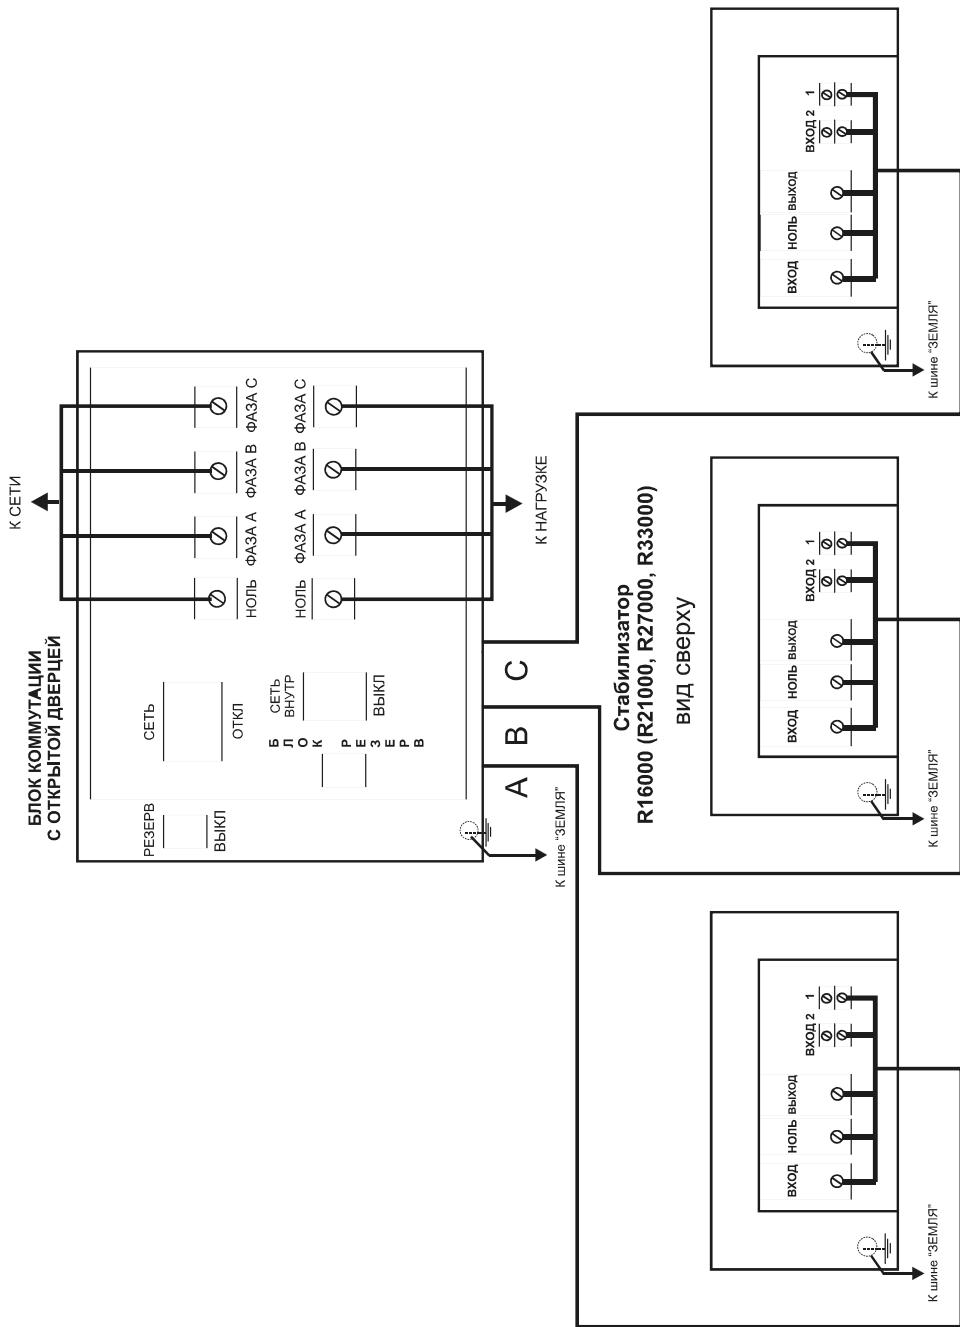

Рис.4. Подключение стабилизатора к сети и к нагрузке
3.5. Подключение стабилизатора R16000 и R21000 производить проводами сечением не менее 16 мм² в соответствии с рис.4. Подключение стабилизатора R27000 и R33000 производить проводами сечением не менее 25 мм² в соответствии с рис. 4.